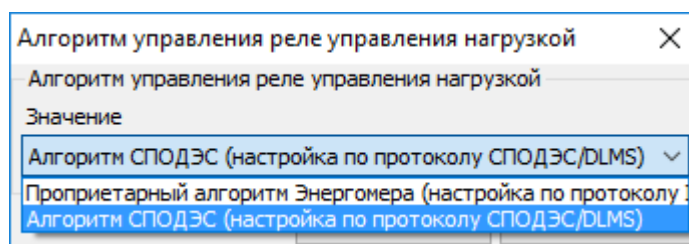

Рисунок 191 – Протокол СПОДЕС.
- параметр «Алгоритм управления реле нагрузки» настроен на «Алгоритм СПОДЭС» (см. Рисунок 191);